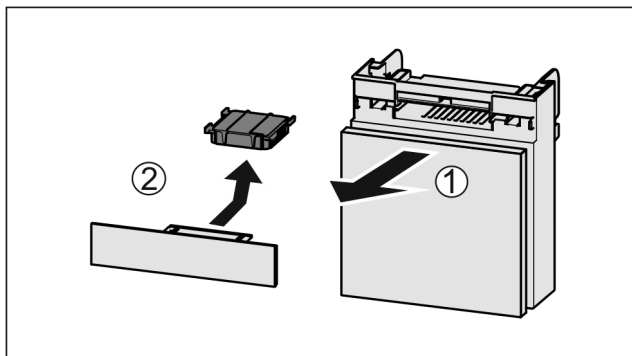

Fig. 55
- ▶ Zásuvku vytáhněte dopředu Fig. 55 (1).
- ▶ Filtr s aktivním uhlím vyjměte Fig. 55 (2).